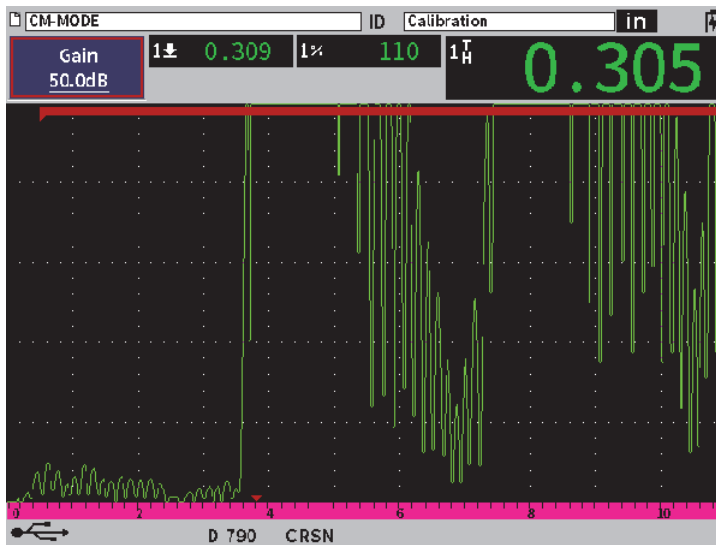

Рис. 11-39 Настройка значения усиления в прецизионном режиме
3. Выберите **Gain** (Усил.) и с помощью ручки регулятора настройте значение усиления (см. Рис. 11-39 на стр 229).